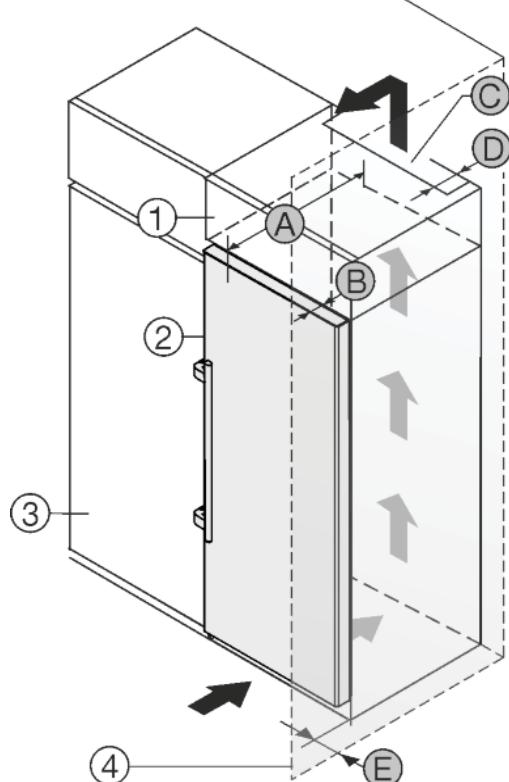

Fig. 10
冷藏箱可加裝餐具櫃。為了使冷藏箱 Fig. 10 (2)可以適應小廚房的高度，可在冷藏箱上安裝一個附加櫃 Fig. 10 (1)。
冷藏箱可直接安裝在餐具櫃 Fig. 10 (3)旁邊。為了能完全打開門，冷藏箱需相對餐具櫃前緣伸出深度 Fig. 10 (B)的距離。根據餐具櫃的深度以及壁面間隔件的使用情況，可將冷藏箱繼續往外拉出。
- 在附加櫃的背面必須有一個深度 Fig. 10 (D)大於整個附加櫃寬度的通風道。
- 在天花板下方必須遵守通風截面 Fig. 10 (C)。
如果將帶鉸鏈的冷藏箱放置在牆壁 Fig. 10 (4)邊，則必須遵守冷藏箱和牆壁間的距離 Fig. 10 (E)。該距離等於門打開時把手的超出距離。